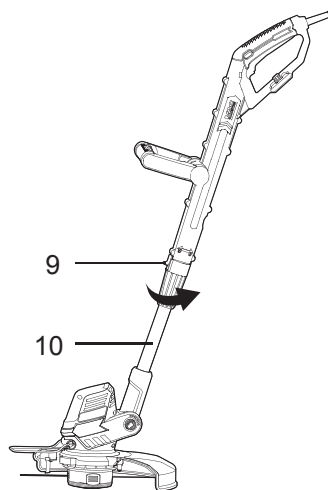

Fig.11
- > Apriete el manguito de fijación (9) girando a la izquierda (Fig.11).